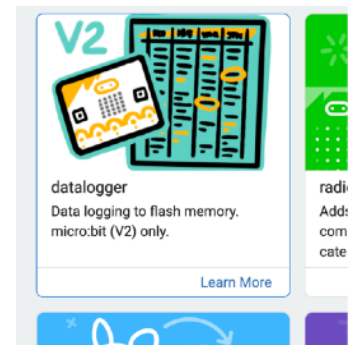

fig. 1 Estensione
2. importare l'estensione "datalogger" (fig. 1);